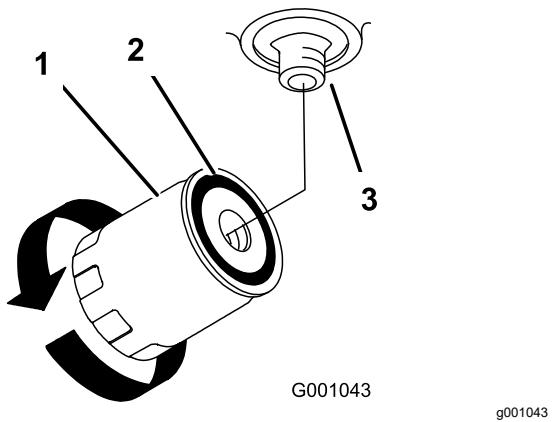

Figura 71
4. Retire el filtro usado y límpie con un paño la superficie de la junta del adaptador del filtro (Figura 71).
- Gire el filtro en sentido horario hasta que la junta de goma entre en contacto con el adaptador del filtro y apriete el filtro media vuelta más (Figura 71).